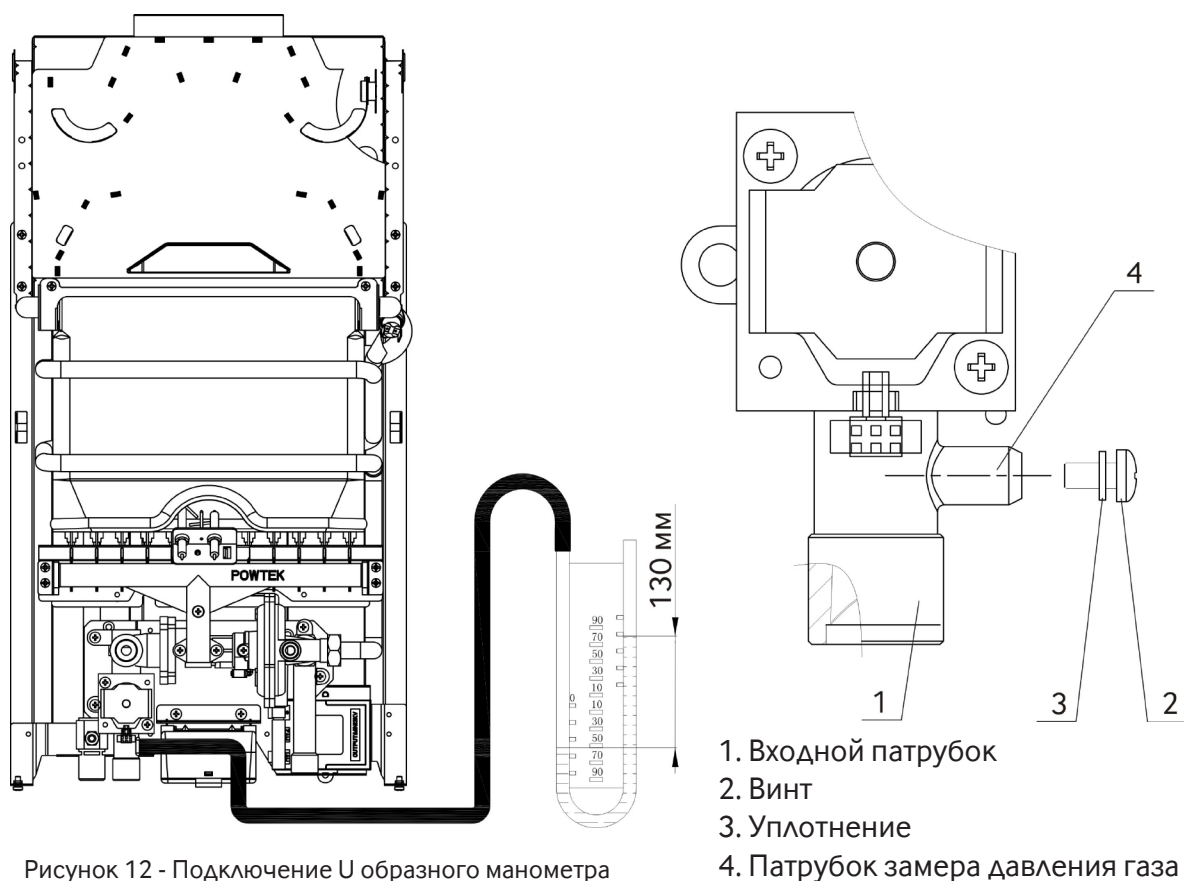

Рисунок 12 - Подключение U образного манометра
- Подключить манометр к патрубку замера давления газа, предварительно отвернув винт с уплотнением (см. рис. 12);